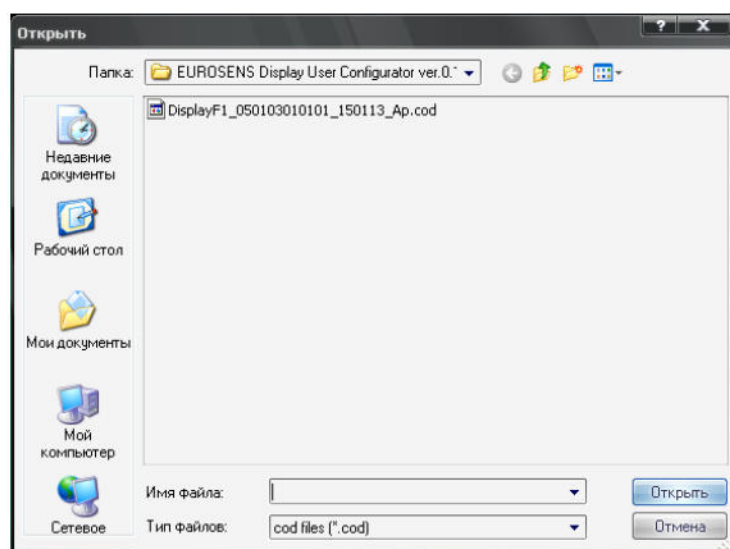

рис. 5.12. Выбор файла прошивки
- 3) нажать кнопку «Обновление встроенного ПО» и выбрать файл прошивки (рис. 5.12) для обновления (Delta_... или Direct_... соответственно типу счетчика);